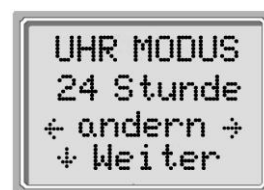

Bild 52
- Mit der UNTEN ▼ Taste ⑩ (Weiter) gelangen Sie zum nächsten Menüpunkt.
- Im Uhrmodus (Bild 52) können Sie die Anzeige der eingebauten Uhr von 24 Stunden auf 12 Stunden (a.m./p.m.) umschalten.
- Schalten Sie mit der LINKS ◀ Taste ⑨, oder der RECHTS ▶ Taste ⑫ um.